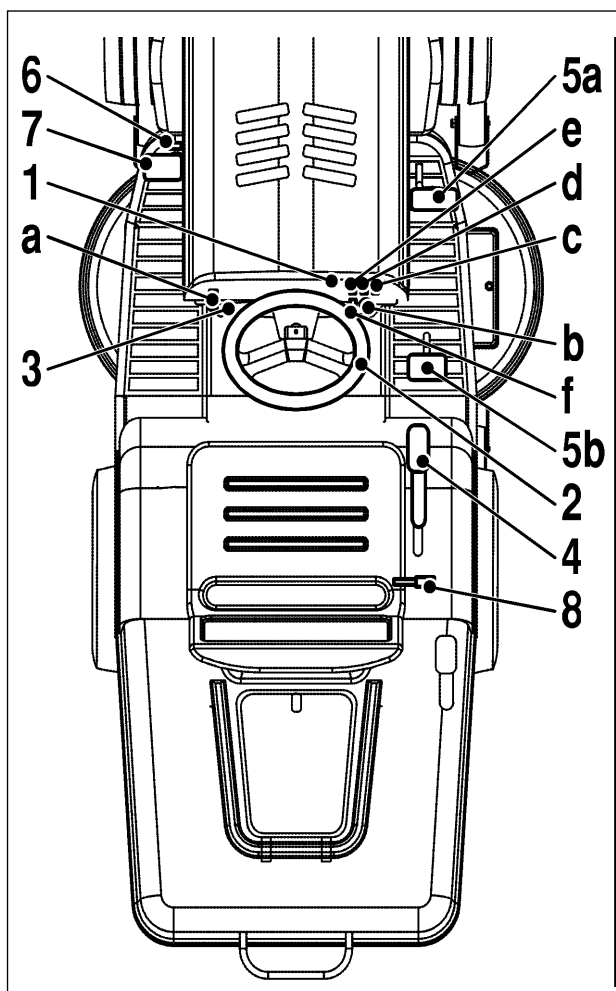

Fig. 11
1. Tableau de bord (fig. 11)
## FONCTIONNEMENT ET DESCRIPTION (FIG. 11)